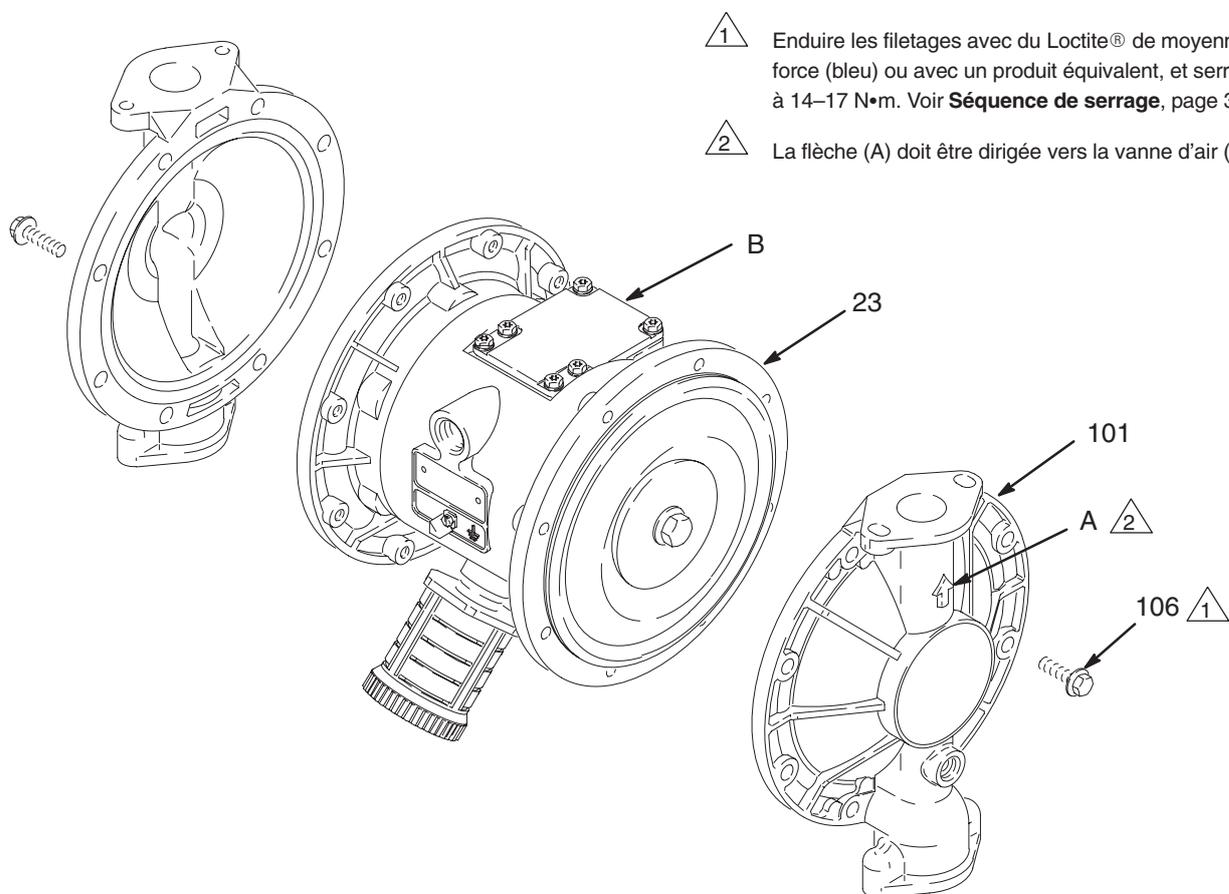

Fig. 13
3. À l'aide de clés à douille de 10 mm, retirer les vis (106) maintenant les capots du circuit du fluide (101) aux capots du circuit pneumatique (23). Retirer les capots du circuit du fluide (101) de la pompe. Voir fig. 13.
- Pour les modèles en PTFE *uniquement*, placer la membrane en PTFE (403*). S'assurer que la face marquée AIR SIDE est tournée vers le corps principal (1).
- Placer la membrane (401*) sur le boulon. S'assurer que la face marquée AIR SIDE est tournée vers le corps principal (1).
- Monter le plateau de membrane côté air (104) de telle sorte que la face arrondie soit orientée face à la membrane (401). Ce plateau s'utilise sur tous les modèles, et porte son numéro de référence gravé dessus.
- Enduire le filetage du boulon (107) de Loctite® moyenne force (bleu) ou d'un produit équivalent. Visser le boulon dans l'arbre (24) et serrer à la main.
- Graisser l'arbre de la membrane (24) sur la longueur et aux extrémités, puis le glisser dans le corps (1).
- Maintenir un des boulons (107) de l'arbre avec une clé et serrer l'autre à un couple de 27–34 N•m à 100 tr/min maximum.
- Ajuster les capots (101) du circuit produit sur le corps principal (1) de sorte que les flèches (A) sur les capots soient orientées dans le même sens que la vanne d'air (B). Enduire le filetage des vis (106) avec du Loctite® de moyenne force (bleu) ou avec un produit équivalent. Serrer les vis des capots à la main. Voir fig. 13. À l'aide d'une clé à douille de 10 mm, serrer les vis uniformément en séquence diagonale à 14–17 N•m. Voir **Séquence de serrage**, page 31.